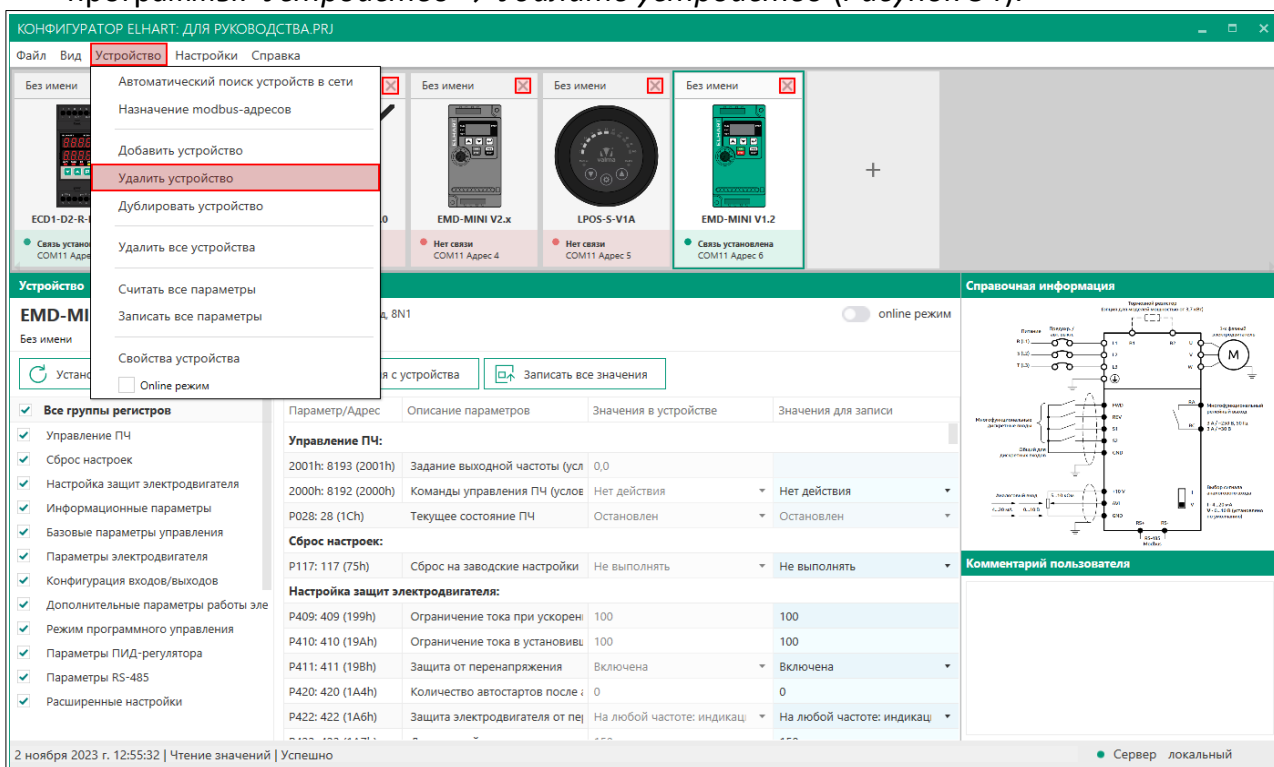

Рисунок 34
1. Нажать на крестик в верхнем правом углу устройства или выбрать в меню программы: *Устройство* → *Удалить устройство* (Рисунок 34).